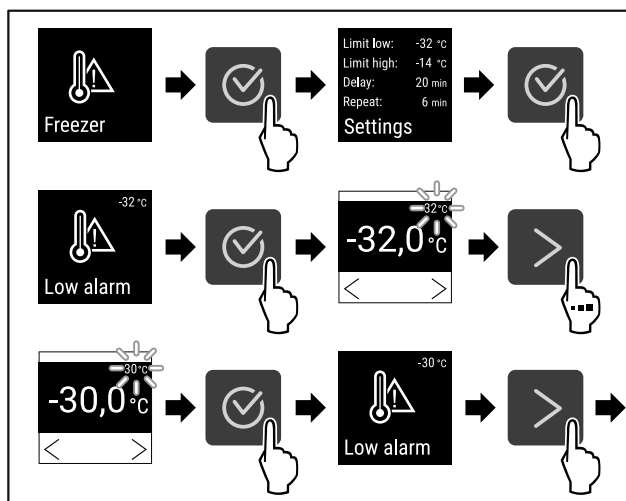

Fig. 97
- ▶ Obavite korake postupka (pogledajte Fig. 97) .